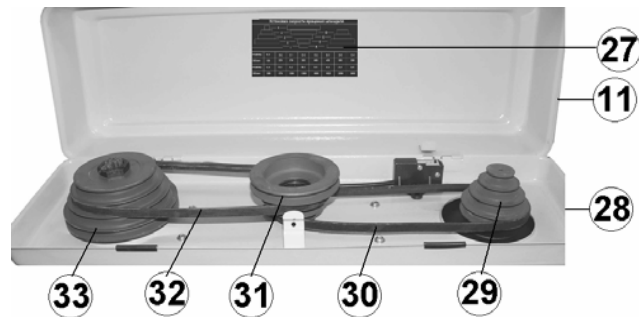

Рис.5
12.3. Приводной ремень следует заменять, когда натяжение последнего не предотвращает его проскальзывание на шкивах. **Ремень передачи 30 – код для заказа 25608, ремень передачи 32 – код для заказа 25609, Рис. 5.**